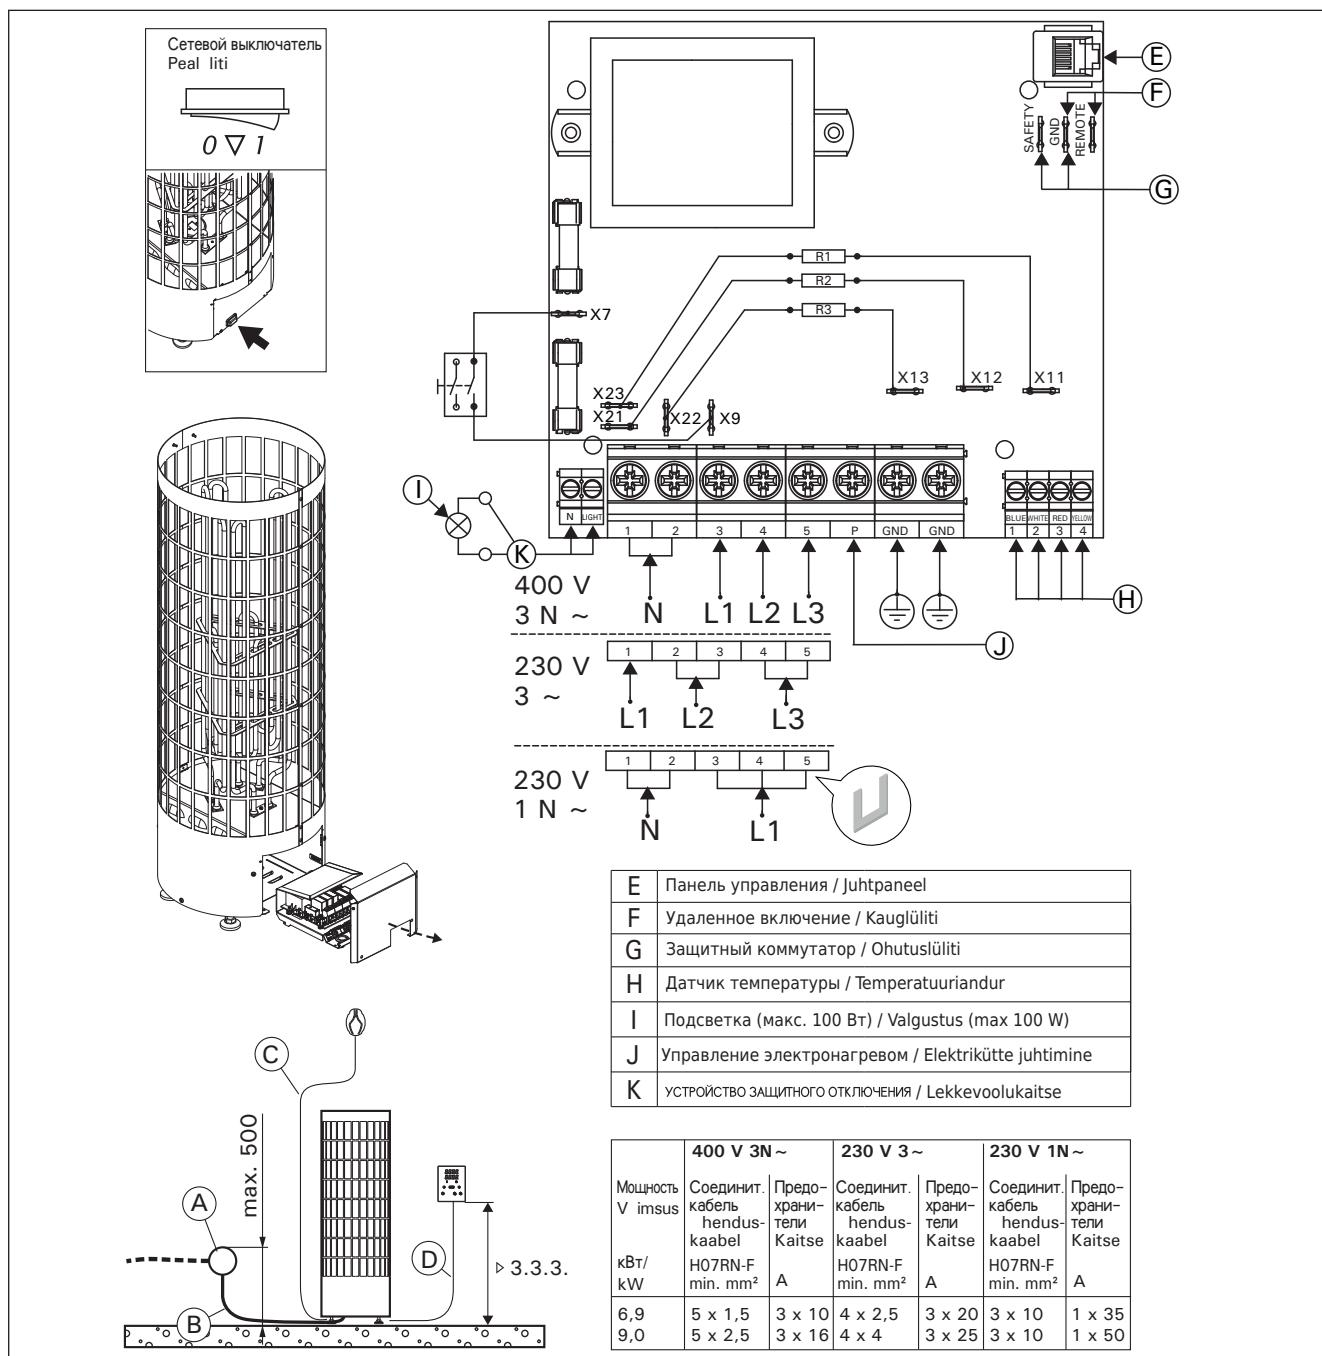

Рисунок 7. Электромонтаж
- Каменка гибким проводом подсоединяется к соединительной коробке (рис. 7: A) на стене сауны. Соединительная коробка должна быть брызгозащищенной и находиться на расстоянии не более 500 мм от пола.
- В качестве кабеля (рис. 7: B) следует использовать резиновый кабель типа H07RN-F или подобный.
- Кроме клемм питания каменки оснащены также клеммой (P), которая делает возможным управление электрическим нагревом (рис. 7). Управляющее напряжение передается от каменки, когда она включена. Кабель управления электронагревом подводят прямо к соединительной коробке каменки и дальше с помощью резинового кабеля, равного по сечению соединительному кабелю, к клеммнику.